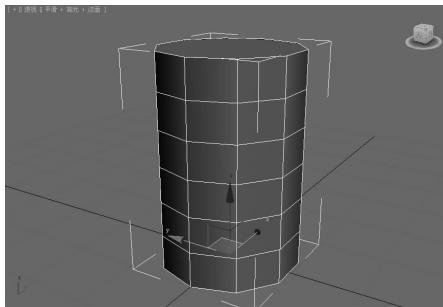

图 5-82 创建瓶身圆柱体▲
(1) 单击“创建”面板中的“几何体”按钮,在“对象类型”卷展栏中单击“圆柱体”按钮,在顶视图中拖动鼠标创建一个圆柱体对象,设置“半径”为 10、“高度”为 30、“高度分段”为 6、“边数”为 10,效果如图 5-82 所示。